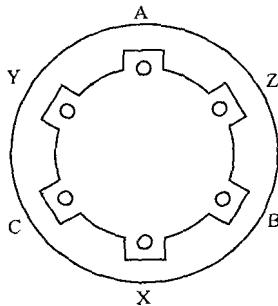

图 1-8 最简单的三相绕组示意图
**1. 旋转磁场的产生** 图 1-8 为三相异步电动机定子绕组的示意图。在图 a 中，导体 A 与导体 X 组成一个线圈，导体 B 与 Y、C 和 Z 分别组成另外两个线圈，三个线圈在空间互相相隔  $120^\circ$ ，每个线圈为一相绕组，三相绕组按图 b 连接成星形联结，并把各相的首端 A、B、C 接到三相交流电源上，则就有三相交流电流通过相应的定子绕组。在绕组中通过的三相对称电流的变化规律为